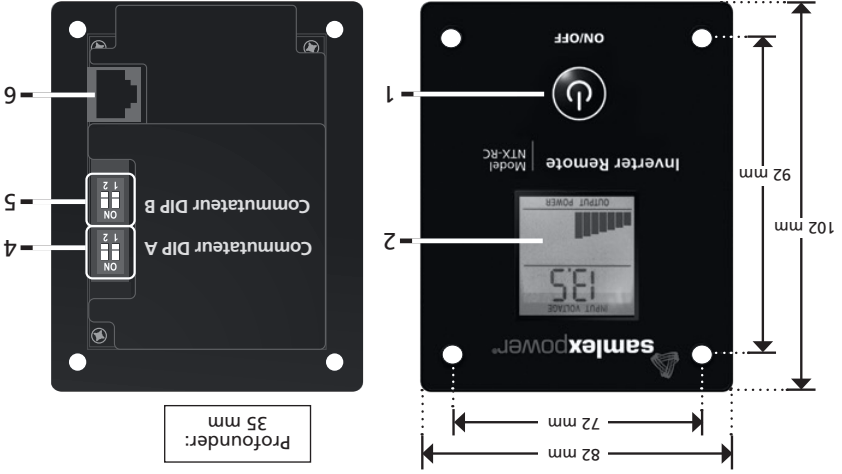

Fig. 2.1 Schéma
Le modèle est donné à la figure 2.1 ci-dessous.
- Si l'interrupteur de marche/arrêt de l'onduleur est laissé en position ON lorsque vous utilisez la télécommande, le texte suivant sera observé en appuyant sur le bouton ON/OFF sur la télécommande (1 Dans Fig 2.1) pour l'allumage et l'arrêt du convertisseur :
- Appuyer sur le bouton ON/OFF (1 sur Fig 2.1) pour allumer l'onduleur : La télécommande affiche l'état de fonctionnement de l'inverseur
- Appuyer sur le bouton ON/OFF (1 sur Fig 2.1) pour couper le convertisseur : l'écran LCD (2 sur Fig 2.1) s'éteint. Cependant, le convertisseur ne sera pas couper et les batteries continuent à se décharger en raison de la consommation d'énergie suivants :